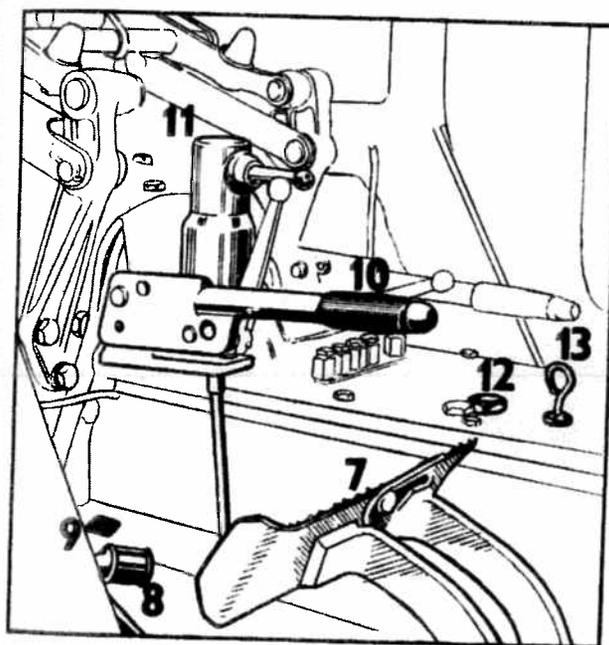

Fig. 5
7. Pédales de frein à pied enclenchées par le cliquet (fig. 5/7).
8. Pédale de l'accélérateur à pied de débit du combustible de la pompe à injection (fig. 5/8).
9. Pédale du blocage de différentiel (fig. 5/9).
10. Levier de commande du frein à main (fig. 5/10)
12. Trou de remplissage de l'huile dans la boîte de vitesses et de la boîte de la transmission principale (fig. 5/12).
13. Jauge de l'huile de la boîte de vitesses et de la boîte de la transmission principale (fig. 5/13).